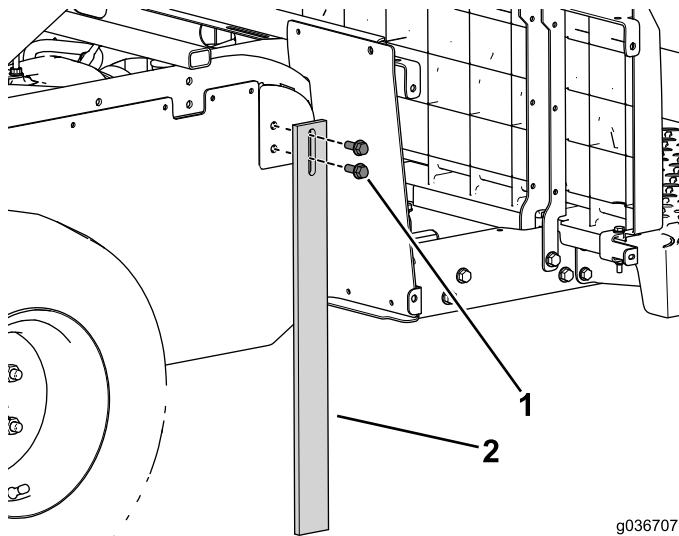

Figure 63
1. Montez la jambe d'appui sur la machine (Figure 63).